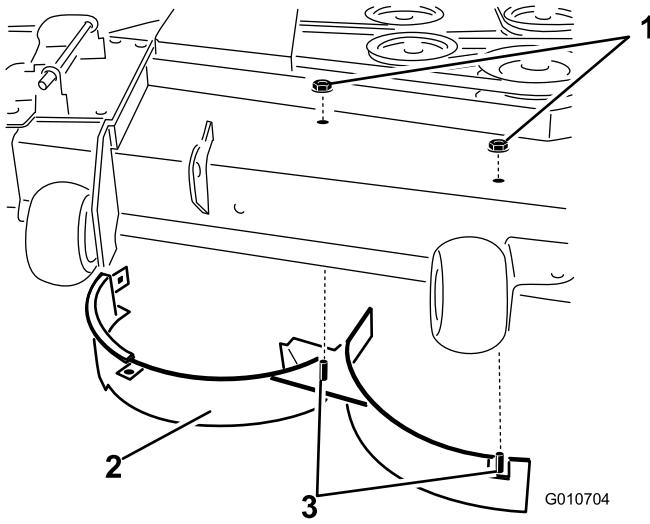

Figura 33
11. Retire las dos contratuerca (5/16 pulgada) que sujetan las clavijas soldadas del deflector derecho a la parte superior de la plataforma de corte en las posiciones centro y centro derecha (Figura 33). Retire el deflector derecho de la plataforma de corte.